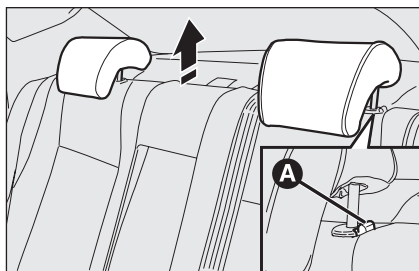

fig. 35
- appuyer sur les touches **A-fig. 35** (placées à côté des deux soutiens des appuis-tête) puis enlever les appuis-tête en les défilant vers le haut.